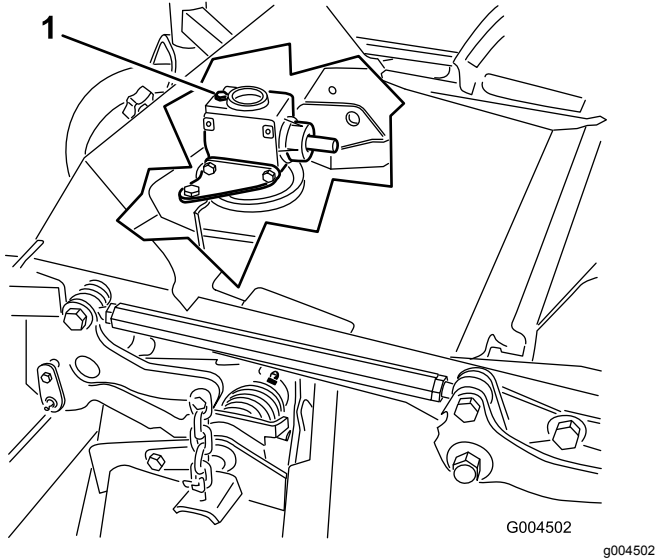

Bild 63
6. Nehmen Sie den Ölpeilstab bzw. die Füllschraube oben am Getriebe ab (Bild 63) und stellen Sie sicher, dass der Schmiermittelstand zwischen den Markierungen am Peilstab liegt.
6. Nehmen Sie den Peilstab bzw. die Füllschraube von der Oberseite des Getriebes ab (Bild 63).